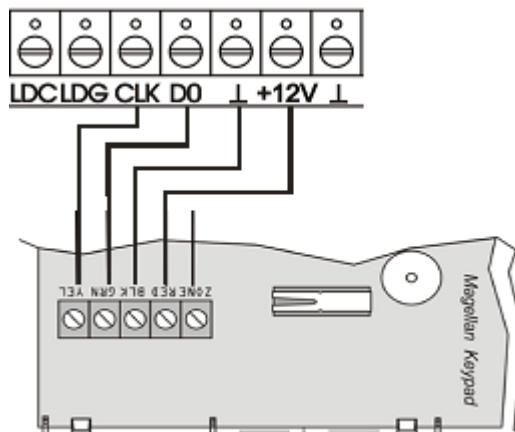

Рис.1. Подключение клавиатуры к охранному устройству
2.3. К клемнику «CLK» подключается вывод «YEL» клавиатуры («желтый» провод, см. рис. 1).
2.4. К клемнику «D0» подключается вывод «GRN» клавиатуры («зеленый» провод, см. рис. 1).
2.5. К клемникам «GND» и «+12V» подключается электропитание с источника стабилизированного бесперебойного электропитания 12В и, соответственно, выводы «BLK» («черный» провод, к «GND») и «RED» («красный» провод, к «+12V») клавиатуры (см. рис. 1).